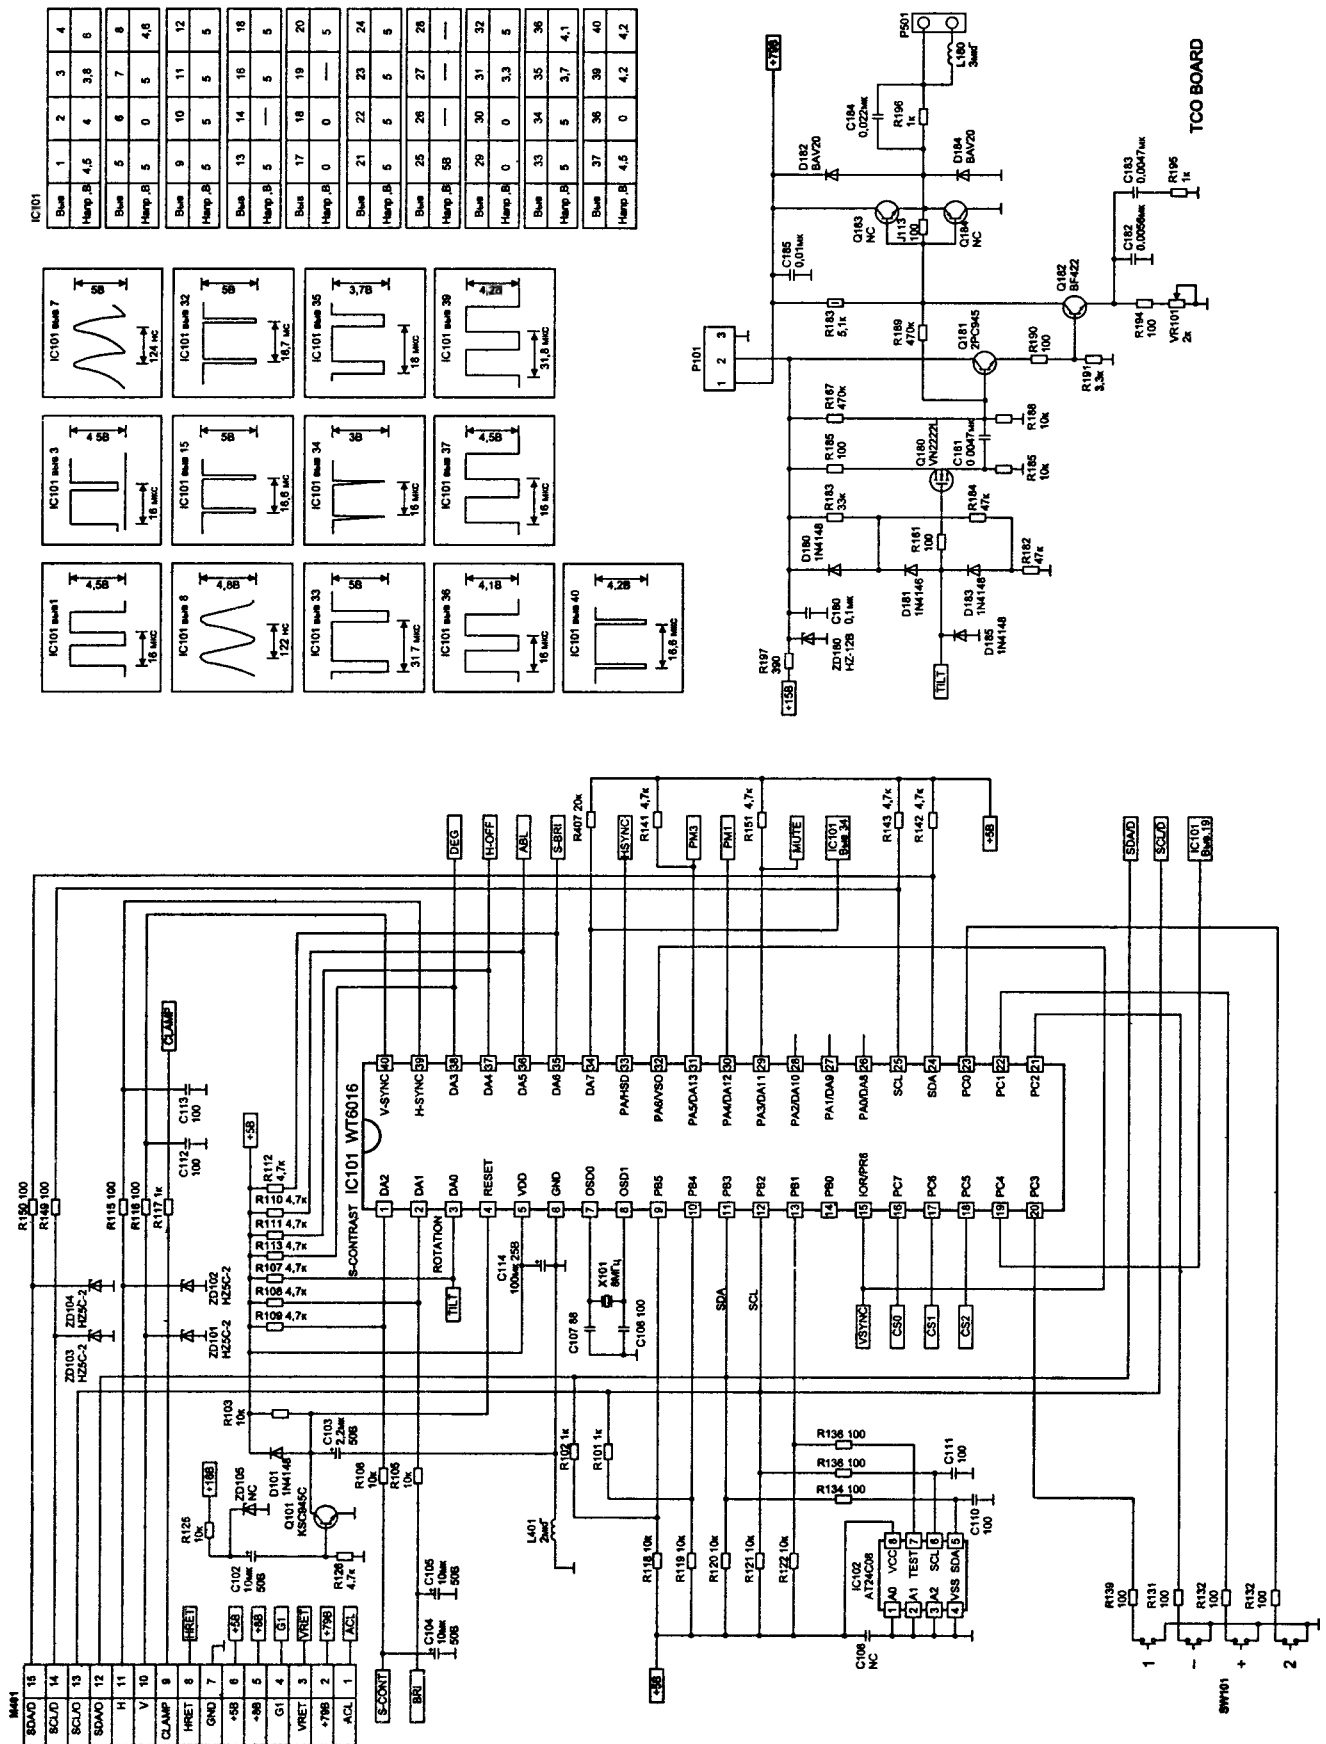

Рис. 12.2 (продолжение)
3. Переменным резистором VR404 (рис. 12.2) устанавливают выходное напряжение  $25,5 \pm 0,1$  кВ для всех моделей кинескопов.
Вольтметром проверяют напряжение +В (+65 В в режиме 640 × 480) на выв. 2 T403. Если его нет, проверяют наличие +200 В на истоке Q410, наличие ШИМ-сигнала на выв. 6 IC401 (осц. на рис. 12.2) исправность следующих элементов. Q410, Q404, Q405, ZD401, D424, C453, D405. Если напряжение +В есть, а высокое напряжение отсутствует, проверяют работу схемы
Проверяют наличие кадровых СИ на выв. 15 IC101 и их поступление на выв. 14 IC401 (осц. на рис. 12.2). Если сигнала на выходе IC401 (выв. 12, 13) нет, проверяют конденсаторы C406, C407, C409. Если они исправны — заменяют IC401. Если пилообразные сигналы есть на входе IC301 (выв. 1, 2), а выходной сигнал микросхемы на выв. 6 (осц. на рис. 12.2) отсутствует, проверяют питание микросхемы (+45 В на выв. 7 и +15 В на выв. 3), исправность кадровых катушек V-DY и резисторов R316, R319, наличие контакта в соединителе P401. Если все в норме, заменяют IC301.
В момент нажатия кнопки «1» (рис. 12.2) на передней панели монитора контролируют уменьшение напряжения от 5 до 0 В на выв. 20 IC101. Если этого нет, омметром проверяют исправность кнопки. Если напряжение на входе IC101 изменяется, проверяют наличие выходных сигналов микросхемы SCL (выв. 12) и SDA (выв. 11). Если сигналы есть и поступают на выв. 8 и 7 IC902, а видеосигналы OSD на выв. 15, 14 и 13 IC902 отсутствуют — заменяют микросхему. Если видеосигналы OSD и сигнал гашения на выв. 12 (осц. на рис. 12.3) есть — заменяют IC901.
Не работает схема динамической фокусировки. Если сигнал на коллекторе Q701 (осц. на рис. 12.2) отсутствует или его форма не соответствует осциллограмме, проверяют входные сигналы OUTA (выв. 6 IC301) и AFC (катод D406) и исправность следующих элементов: C702, D701, Q701, Q702, T701.
M401 и их прохождение на выв. 40 и 39 IC101 (осц. на рис. 12.2). Если сигналы есть и МК исправен, на его выв. 30 должен быть сигнал низкого, а на выв. 31 — высокого уровня. Ключи Q806, Q810, Q811 и Q809, Q808 должны быть открыты. Если одно из условий не выполняется, проверяют цепи прохождения СИ и МК.